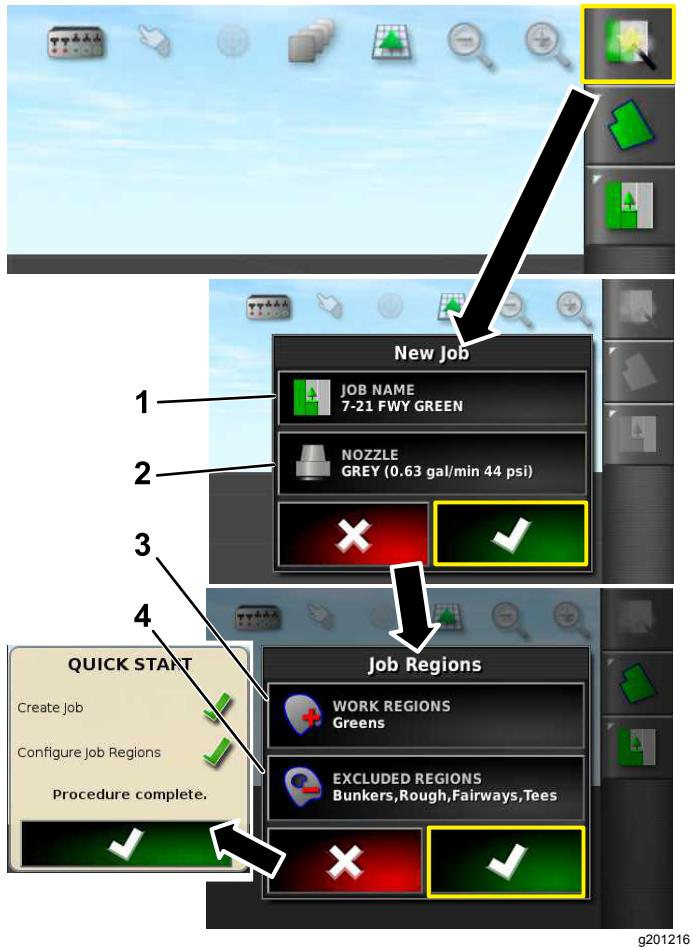

Figura 8
2. Inserite un nuovo nome per l'attività (Figura 8).
4. Selezionate la regione di lavoro in cui andrete a irrigare (ad es. fairway, green, tee, ecc.) (Figura 8).
5. Selezionate le regioni escluse da non irrigare (bunker, alberi, pericoli, ecc.). (Figura 8).